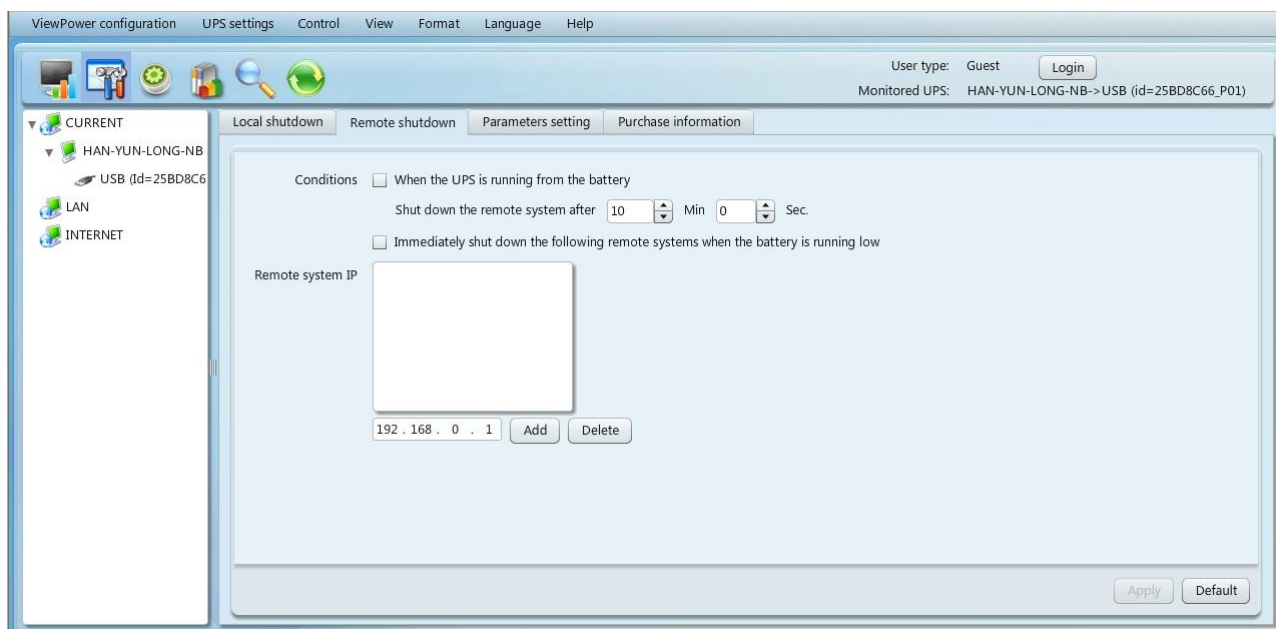

图 5-12
1. 点击< UPS Setting > -> <Remote Shutdown>。如图5-12所示。